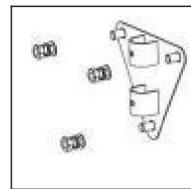
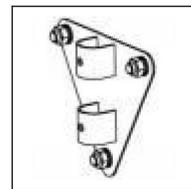

Fig.3.
Fig.4.
- 3). Installare il pannello a muro (2) sulla parete e bloccare tre il dado (3). Potresti è necessario utilizzare una piccola chiave inglese. Vedere la (Fig.3.) (Fig.4.)